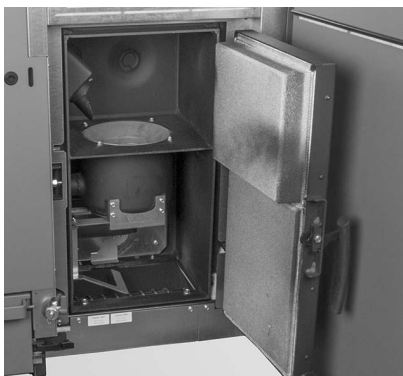

Fig. 42 Verkleidungstür und Brennraumbür öffnen
- ▶ Verkleidungstür und Brennraumbür öffnen – Fig. 42 – siehe auch Pkt. 8.